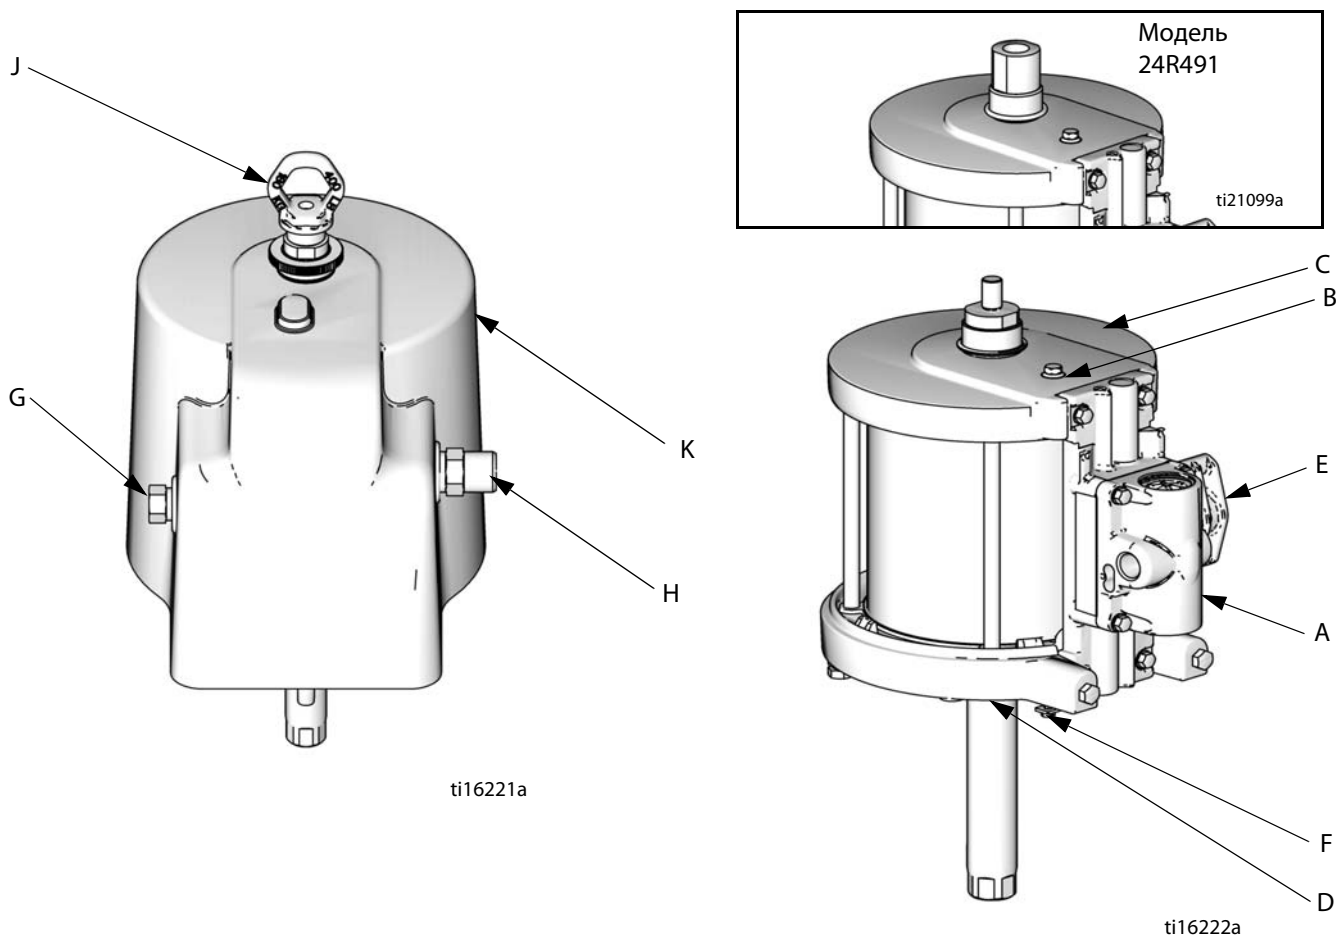

Рис. 1. Компоненты пневматических двигателей SaniForce
См. Рис. 1. Соедините провод заземления (артикул Graco — 238909) с винтом заземления (12), который находится на нижней крышке пневматического двигателя (под кожухом). Другой конец провода заземления следует подсоединить к точке фактического заземления.